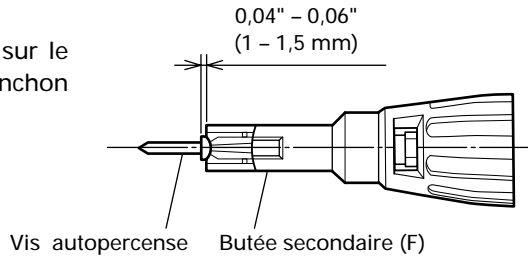

Fig. 6
(3) Pour vis autoperceuses à tête ronde (Fig. 6)